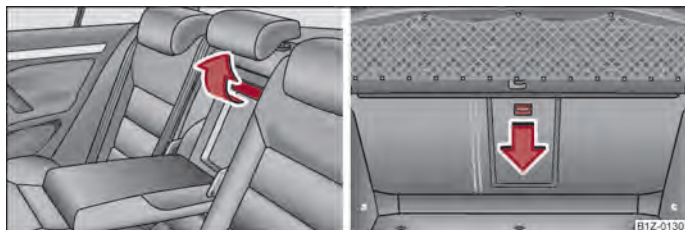

Fig. 87 Asientos traseros: Asidero de la tapa/maletero: Tecla de desbloqueo
- Tire del tirador hacia arriba hasta el tope y abata la tapa hacia abajo ⇒ fig. 87 - lado izquierdo.
- Empuje la tecla de desbloqueo hacia abajo ⇒ fig. 87 - lado derecho y abata la tapa (con apoyabrazos) hacia delante.